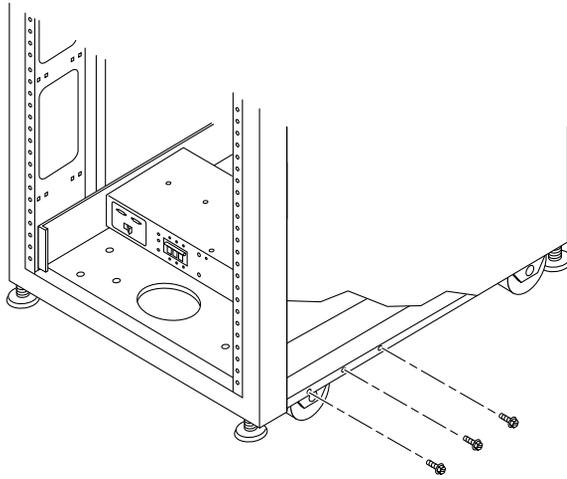

図 2-5 下部右側正面の取り付けネジの取り外し
1. システム正面下部右側の 3 本の取り付けネジと、背面下部右側の 3 本の取り付けネジを取り外します (図 2-5)。